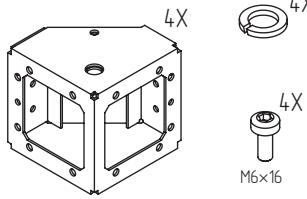

Рисунок 1
- проверить комплектность (Рисунок 1, 2).